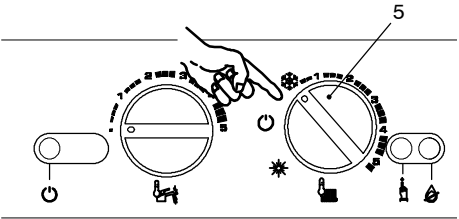

fig. 7.3
- 2 Posicionar el Selector de función / Manopla regulación temperatura calefacción como se indica en fig. 7.3; la lámpara de señalación centellea con una intermitencia de, aproximadamente, 2 segundos.